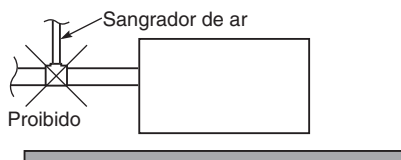

Fig. 3-10
- Não instale um sangrador de ar pois isso pode causar o salpico de água da saída do tubo de drenagem. (Fig. 3-10)